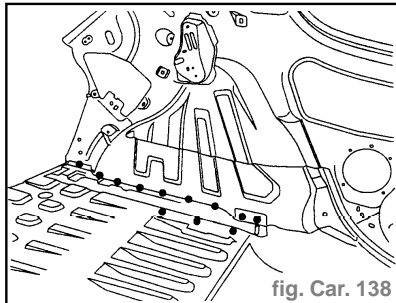

fig. Car. 138
- Solder par points bouchons au MIG (fig. Car. 138). Soudage systématique.